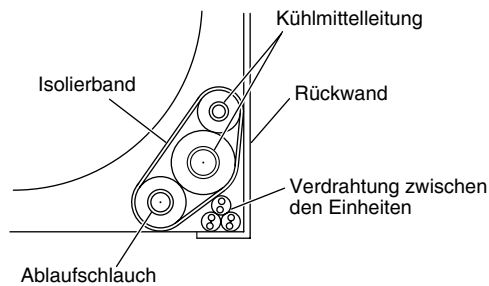

Abb. 3-31
- (2) Nach einer Leckprüfung Kühlmittleitung und Ablaufschlauch zusammen mit Isolierband umwickeln (Abb. 3-31).